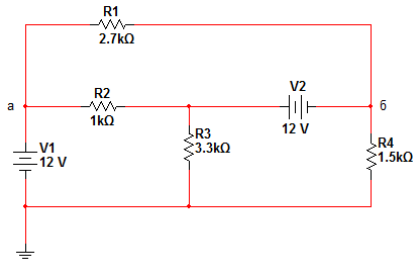

Рис. 11.15. Коло постійного струму
1.Провести вимірювання схеми на рис. 11.15 за допомогою індикаторів.
2. Провести вимірювання схеми на рис. 11.15 за допомогою мультиметра.
3. Провести вимірювання схеми на рис. 11.15 за допомогою ватметра.
4. Провести вимірювання схеми на рис. 11.15 за допомогою DC Operating Point Analysis.